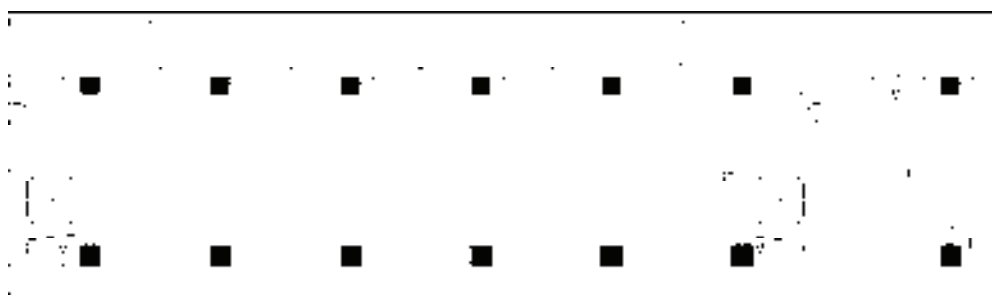

图 15-60 图案填充
15) 调用“图案填充”命令, 在弹出的“图案填充和渐变色”对话框中选择 ASNI31 图案, 将填充角度设置为  $0^\circ$ , 将填充比例设置为 60, 对电井、水管井执行填充操作, 结果如图 15-60 所示。